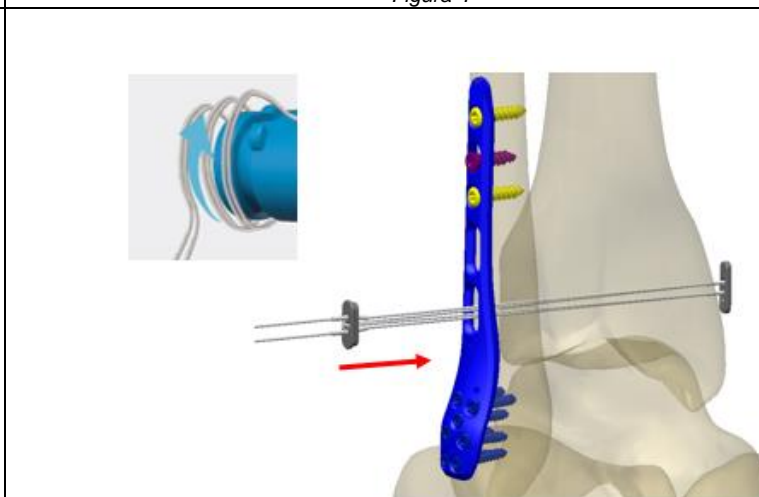

Figura 5
5. Desenrole o fio do final do cabo e retire o aplicador do furo. Posicione o button no oblongo da placa ou diretamente no osso caso não seja utilizada a fixação da placa (figura 5).